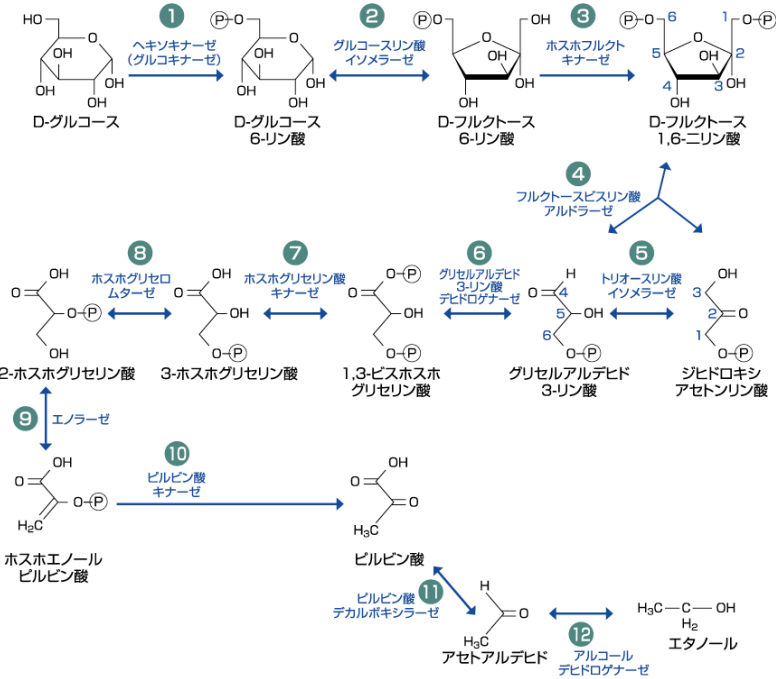

Fig. 1. グルコースからエタノールへの変換経路
グルコースからエタノールへの変換には12種類の酵素が関与しています(Fig. 1)。本製品は、それら12種類の耐熱性酵素による連続酵素反応によって、*in vitro*でのグルコースからエタノールへの変換を可能とした実験用キットです。
本キットでは、12種類の酵素を Fig. 1 の①～⑪までの酵素混合液 (Enzyme Mix)と⑫番目の Alcohol dehydrogenase 溶液の2つに分けております。これら2種の酵素溶液、基質である Glucose 溶液、10×Reaction buffer の計4種類の溶液を梱包しております。